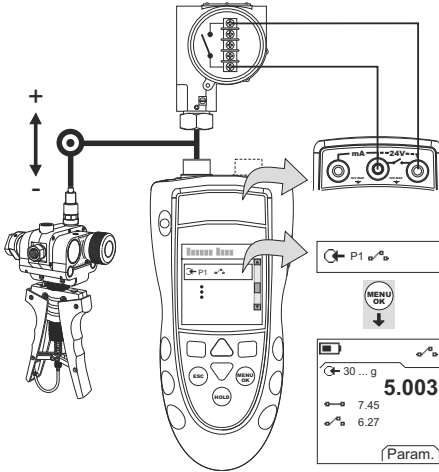

Figure 4 : Exemple de configuration - Test de contact
1. Raccorder l'instrument (Figure 4) et, si nécessaire, régler la Configuration (Tableau 1).